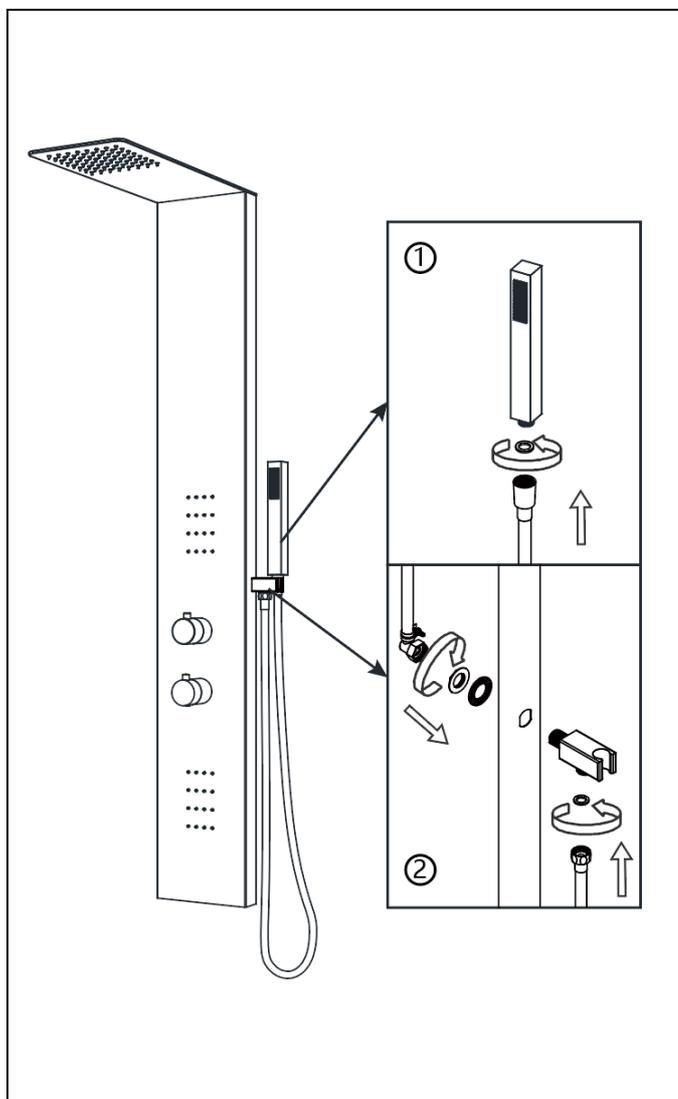

Figura 5
5. Collegate la doccetta al flessibile in dotazione, vedi *figura 5 (1)*. Innestate il supporto doccetta nel foro dedicato sul telaio della colonna, vedi *figura 5 (2)*, inserite le apposite guarnizioni fornite nella confezione e serrate il flessibile che collega il deviatore alla doccetta, dall'interno della colonna.